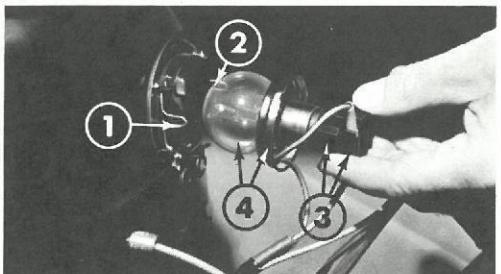

Fig. 34 – Forlygte med almindelig pære
### Lygter, nær- og fjernlygter (fig. 34) type P45, T41, 12V, 45/40W
- . Vip holdefjedrene 90 grader (Fig. 34, 1 og 2)
- . Frigør pæren (4) fra fatningen